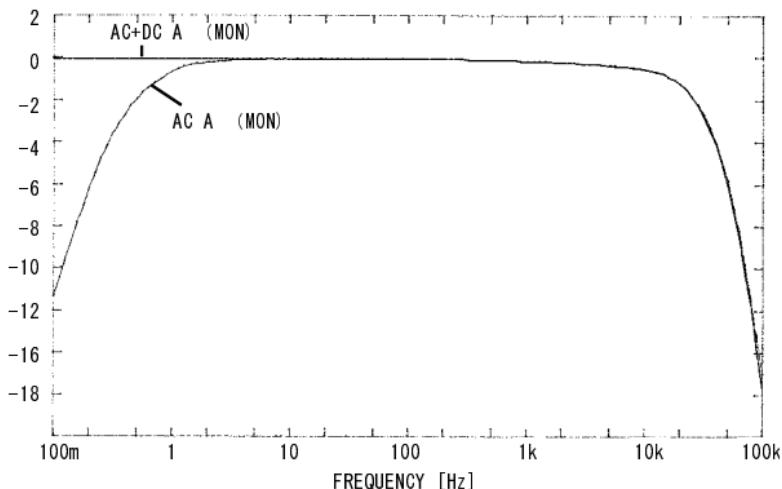

図1 電流出力周波数特性
- ・測定の応答速度は、フルスケール (f.s.) 入力時に、立上り (0%→90%) は約 250 ms、立下り (100%→10%) は約 500 ms です。(2.2.5 の図 1, 2 参照)
- ・測定の応答速度は、フルスケール（f.s.）入力時に、立上り（0%→90%）は約 250 ms、立下り（100%→10%）は約 500 ms です。（2.2.5 の図 1, 2 参照）
- ・測定の応答速度は、フルスケール (f.s.) 入力時に、立上り (0%→90%) は約 250 ms、立下り (100%→10%) は約 500 ms です。 (2.2.5 の図 1, 2 参照)